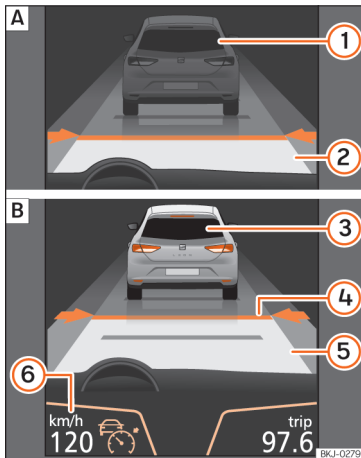
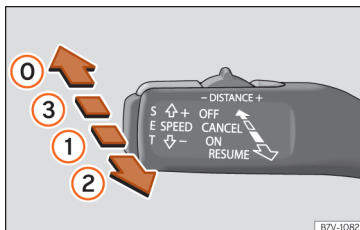
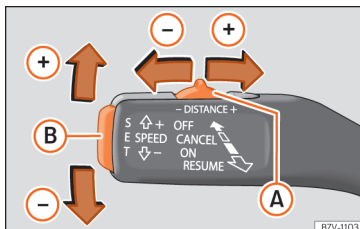
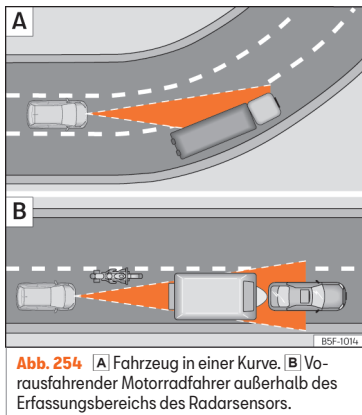

Abb. 250 Am Bildschirm des Kombi-Instruments: **A** ACC inaktiv (Standby). **B** ACC aktiv.
Abb. 252 Links an der Lenksäule: dritter Hebel für die Bedienung der ACC.
Abb. 253 Links an der Lenksäule: dritter Hebel für die Bedienung der ACC.
Abb. 254 [A] Fahrzeug in einer Kurve. [B] Vorausfahrender Motorradfahrer außerhalb des Erfassungsbereichs des Radarsensors.
Bildschirmanzeigen » **Abb. 250:**
Wenn die ACC eingeschaltet ist, schaltet sich auf der Schalttafel die grüne Kontrollleuchte ein (☞) und auf dem Bildschirm werden die programmierte Geschwindigkeit und der Zustand der ACC angezeigt » **Abb. 250**.
• Um die ACC zu aktivieren, bewegen Sie den Hebel in die Position **ON** » **Abb. 252** ①. Zu »
• Drücken Sie anschließend die Taste **SET** »» **Abb. 253** (B) oder bewegen Sie den Hebel in die Position **RESUME** »» **Abb. 252** (2). In diesem Moment wird die ACC aktiviert und die aktuelle Geschwindigkeit und der Abstand werden programmiert. Die Anzeige am Kombi-Instrument wechselt in den Modus **Aktiv** »» **Abb. 250** (B).
• Zur Programmierung der Geschwindigkeit schieben Sie den dritten Hebel nach oben (+) oder nach unten (-) bis zur gewünschten Geschwindigkeit »» **Abb. 250** (6). Die Einstellung der Geschwindigkeit erfolgt in Schritten von 10 km/h [6 mph].
• Falls Sie die Geschwindigkeit in Schritten von 1 km/h [0,6 mph] erhöhen möchten, bewegen Sie den Hebel in die Position **RESUME** »» **Abb. 252** (2) bzw. drücken Sie zur Reduzierung die Taste **SET** »» **Abb. 253** (B).
• Um das Abstandsniveau zu erhöhen oder zu reduzieren, bewegen Sie die Taste (A) nach rechts oder links »» **Abb. 253**.
Am Bildschirm des Kombi-Instruments wird das ausgewählte Abstandsniveau geändert »» **Abb. 250** (4). Sie können aus 5 verschiedenen Abstandsniveaus auswählen. SEAT empfiehlt das Niveau 3. Der programmierte Abstand kann während der Fahrt oder bei Fahrzeugstillstand geändert werden »» (A).
• Um die ACC zu deaktivieren, bewegen Sie den Hebel in die Position **OFF** (fest) »» **Abb. 252** (0). In diesem Moment erscheint der Text **ACC deaktiviert** und die Funktion ist vollständig deaktiviert.
Die Beschleunigung des Systems lässt sich jederzeit durch Betätigen des Bremspedals oder Drücken des dritten Hebels bis zur Position **CANCEL** » » » Abb. 252 ③ unterbrechen.
Beim Ein- oder Ausfahren einiger Kurve kann es vorkommen, dass der Radarsensor das vorausfahrende Fahrzeug nicht mehr erfasst oder auf ein Fahrzeug auf der Nebenspur reagiert » » » Abb. 254 [A]. Es ist möglich, dass das Fahrzeug unnötigerweise bremst oder nicht mehr auf das vorausfahrende Fahrzeug reagiert. In diesem Fall muss der Fahrer eingreifen, indem er beschleunigt oder durch Betätigen des Bremspedals oder Drücken des dritten Hebels bis zur Position **CANCEL** » » » Abb. 252 ③ den Bremsvorgang abbricht.
Der Radarsensor kann schmale oder versetzt fahrende Fahrzeuge nur erkennen, wenn sich diese innerhalb seiner Reichweite befinden »» **Abb. 254** [B]. In diesen Fällen müssen Sie bei Bedarf selbst bremsen.